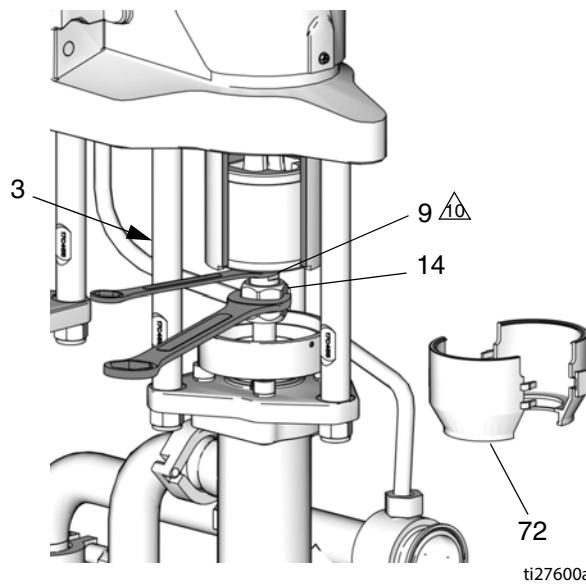

Рис. 5. Снятие стяжной муфты
2. Кратковременно включая и выключая двигатель, переместите поршень ремонтируемой нижней части насоса в нижнюю точку хода. Это обеспечит доступ к стяжной муфте (14).
4. **Насосы с герметичными нижними частями:** Снимите экран из 2 частей (72, см. Рис. 5): вставьте отвертку прямо в паз и отогните язычок, используя ее в качестве рычага. Повторите процедуру для всех язычков. Не поддевайте экраны отверткой.
5. См. Рис. 5. Поместите гаечный ключ 3/4" на плоскую грань поршня ползуна (9) (непосредственно над стяжной муфтой), чтобы поршень ползуна/ соединительный шток не поворачивались, когда вы будете ослаблять стяжную муфту (14). Расположите гаечный ключ так, чтобы он прижался к одной из соединительных тяг (3). Не прилагайте чрезмерное усилие к поршню ползуна/соединительному штоку, иначе это сократит срок службы подшипника нижнего пальца.
6. При помощи гаечного ключа 1-5/8" открутите стяжную муфту (14) от поршня ползуна (9) и отпустите, чтобы она соскользнула на шток поршня насоса. Соблюдайте осторожность, чтобы не повредить манжеты (13).